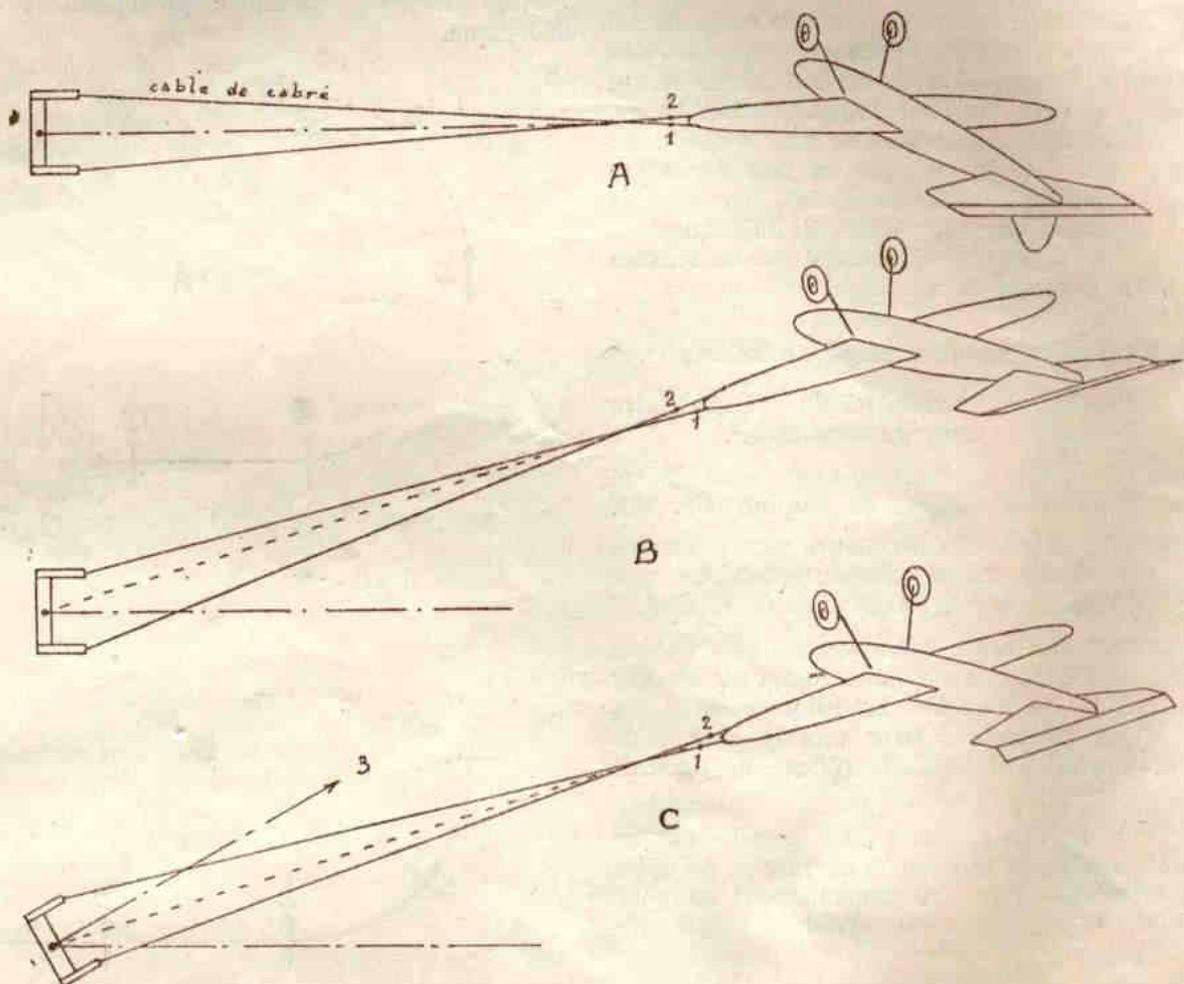

FIG. 32. — Instabilité sur le dos en conservant le manche à l'endroit (commandes croisées).
Prenons l'exemple d'un avion sur le dos et d'une poignée de commande restée à l'endroit (fig. 32). La poignée est verticale, l'avion à même hauteur et le volet à 0°. Les repères 1 et 2 sont en regard (A).
Pour rétablir, il faut porter la direction du manche (3) (fig. 32 - C) immédiatement plus haut que celle de l'avion. Et il faudra sans cesse manœuvrer ainsi avec beaucoup d'attention, aucun retard dans les réflexes, sans jamais trouver de position d'équilibre.